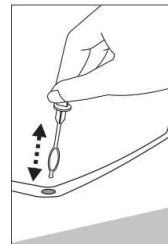

Fig. 10
- Nettoyer régulièrement l'orifice des gouttières d'évacuation de l'eau de condensation à l'aide de l'outil de nettoyage spécial (**Fig. 10**).